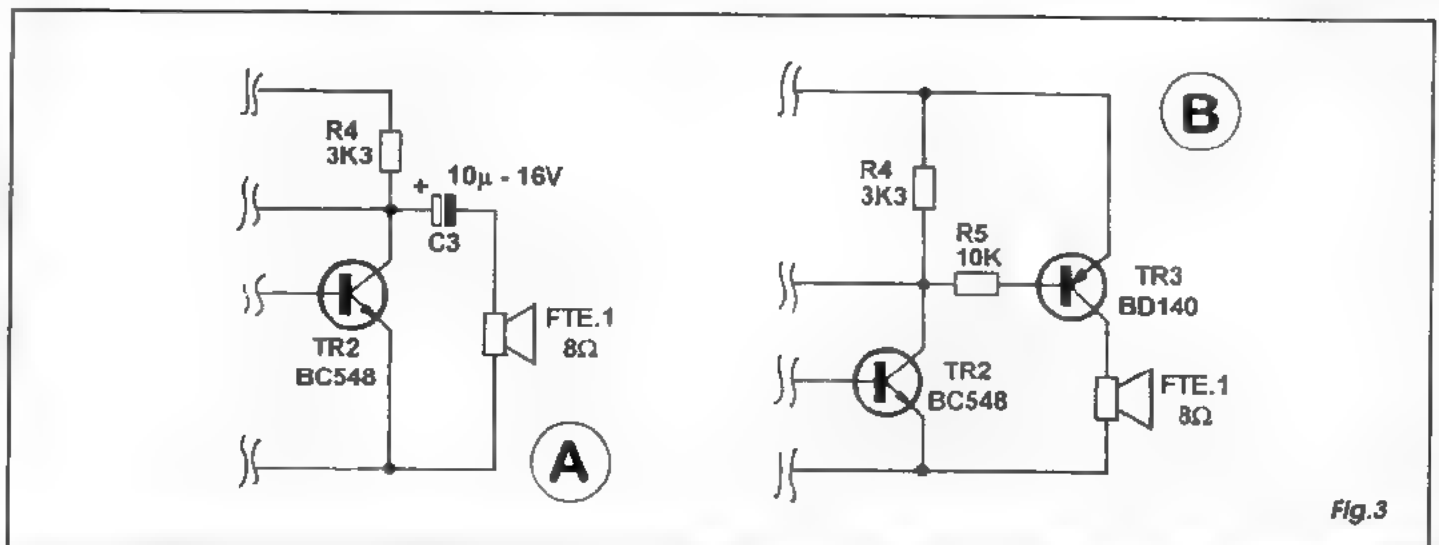

Fig. 3
- FIG. 3 - No item A da figura temos um arranjo para acoplamento modificado do transdutor (alto-falante) à saída do multivibrador astável (também chamado de flip-flop). No caso usa-se um resistor mais elevado como carga de **coletor** do transistor (simetrizado com o valor do correspondente resistor no *outro lado* do astável...). Além disso, para perfeito equilíbrio do circuito, mesmo o resistor de **base** de TR2 deve ter seu valor igualado ao do resistor de **base** de TR1 (22K). O alto-falante é, então, acoplado ao **coletor** de TR2 através de um capacitor extra (eletrolítico, no caso), C3. Nessa configuração, menos dependente da impedância do transdutor, este poderá até ser do tipo piezo-elétrico (cápsula de cristal), simplesmente reduzindo-se o valor do capacitor de acoplamento para